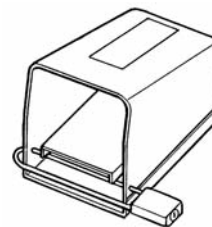

Figure 1 – Pédale de commande verrouillée
- **Verrouillez la pédale de commande lorsque l'appareil ne sert pas (Figure 1).** Cela évitera les risques de démarrage accidentel.